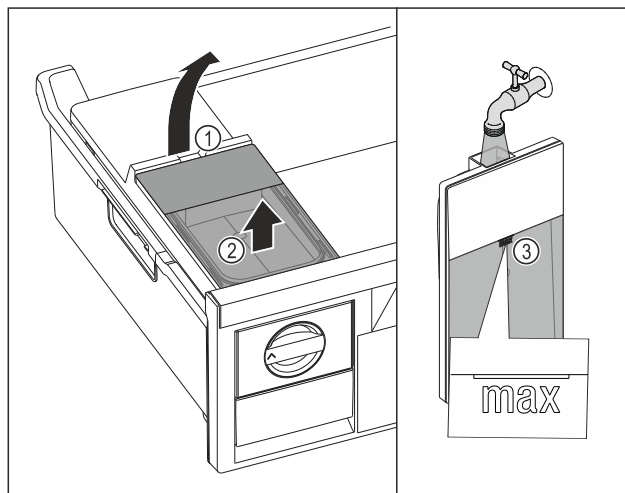

Fig. 72
- ▶ Elevar el depósito de agua por la entalladura Fig. 72 (1).
- ▶ Extraer el depósito de agua hacia arriba. Fig. 72 (2)
- ▶ Llenar el depósito de agua con agua potable hasta la marca Fig. 72 (3).